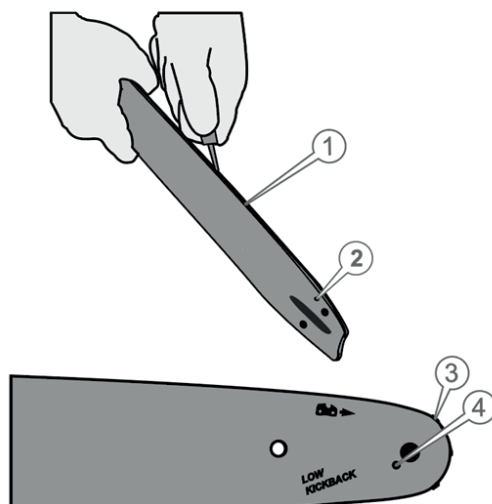

Рисунок 13. Обслуговування шини.
6.2 Обслуговування шини та веденої зірочки (рис. 13).